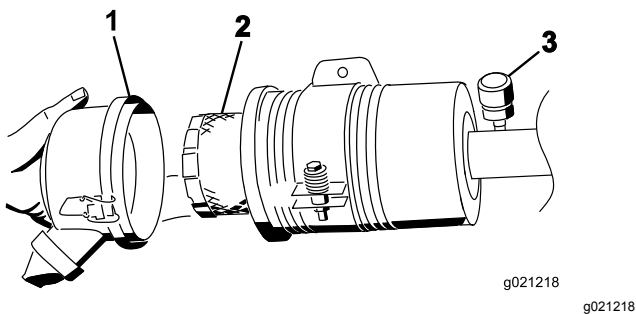

Figura 73
4. Retire e substitua o filtro (Figura 73).